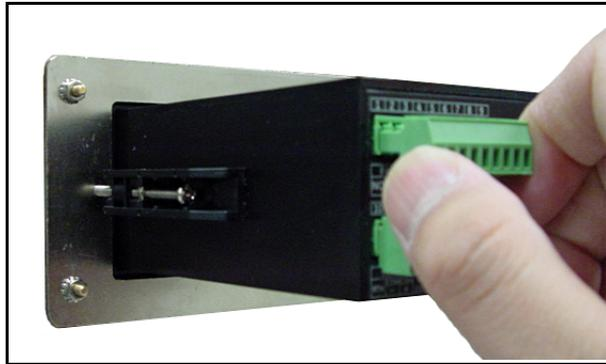

Рисунок 30: Извлечение верхнего соединителя
1. Извлеките соединитель из верхней клеммной колодки на задней стороне прибора **dew.IQ** (см. *Рисунок 30* ниже).
1. Извлеките соединитель из верхней клеммной колодки на задней стороне прибора **dew.IQ** (см. Рисунок 30 ниже).